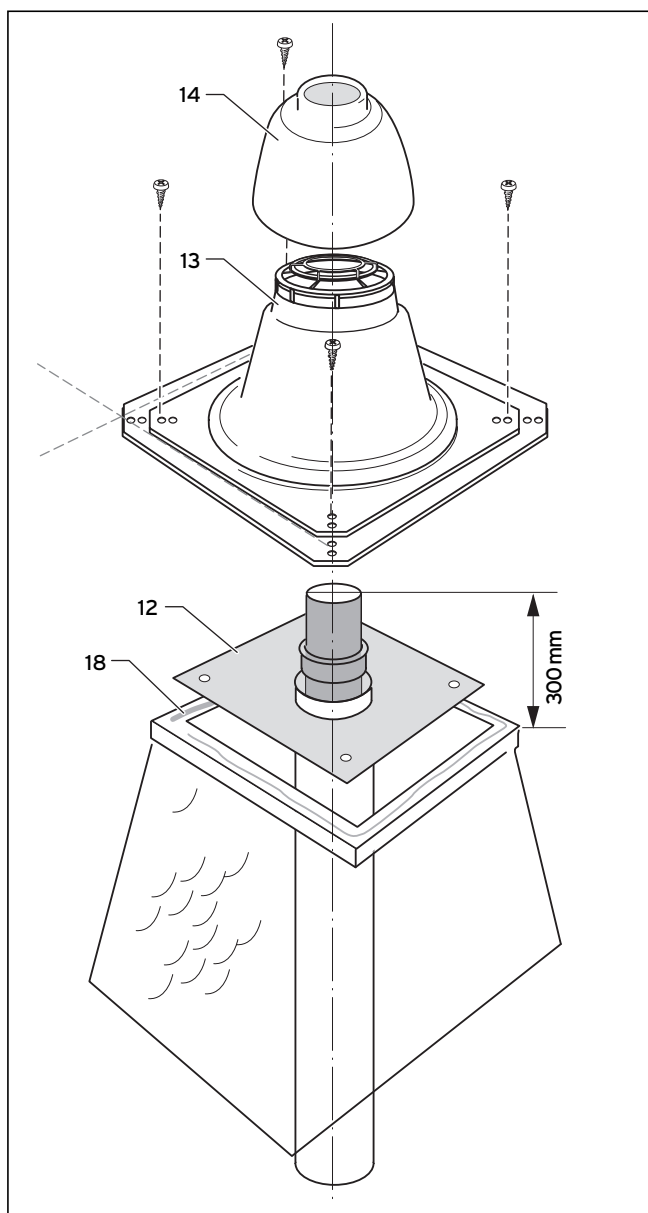

Рис. 5.57 Монтаж насадки для шахты
- Контроль: Над основанием насадки шахты (13) должно выступать 60 мм (см. рис. 5.57).
- Зажмите колпак насадки шахты (14) над верхним концом жесткой трубы дымохода и плотно прижмите его. (Колпак не фиксируется в основании.)